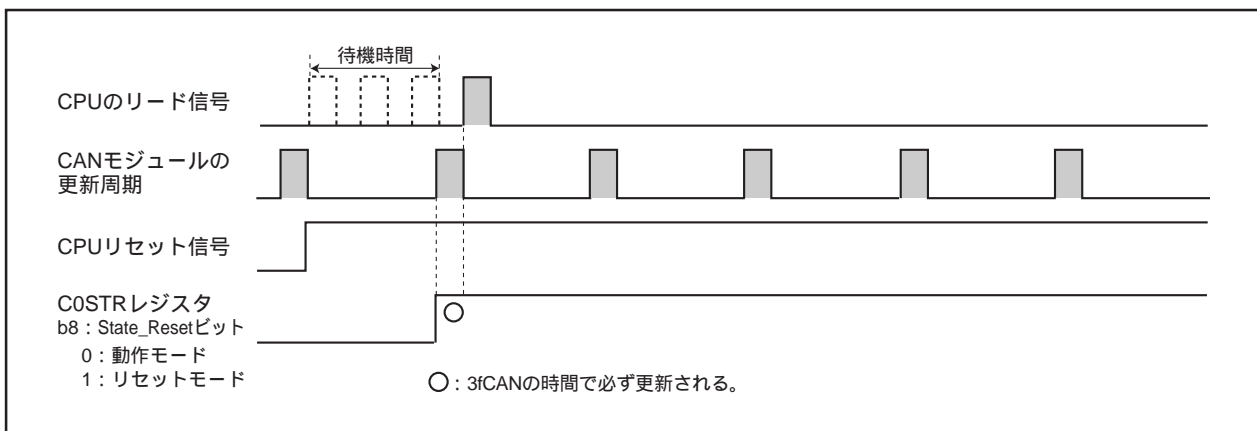

図23.4 CPUの読み出し前に3fCAN分待機した場合
- ・CPUがC0STRレジスタを読み出す前に、3fCAN以上「表23.2 CANモジュールステータス更新周期」参照)の待機時間を持たせる(「図23.4 CPUの読み出し前に3fCAN分待機した場合」参照)。